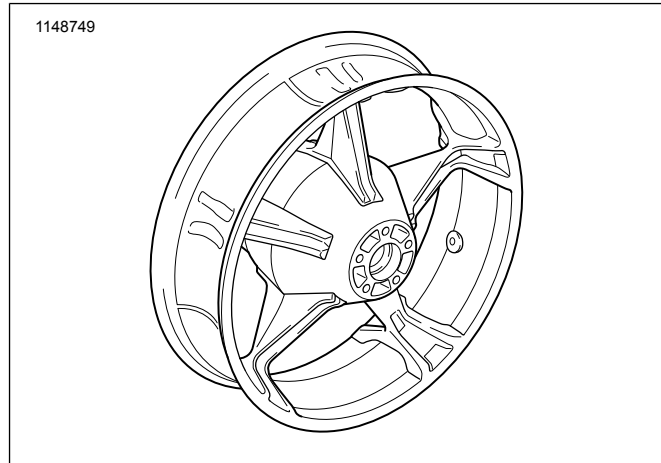

Figura 1. Piezas de servicio: Ruedas traseras Aggressor
Consulte la Figura 1 y la Tabla 1.
2. Vea la Figura 1. Instale el conjunto del vástago de la válvula (H) en la rueda. Vea el Manual de servicio.